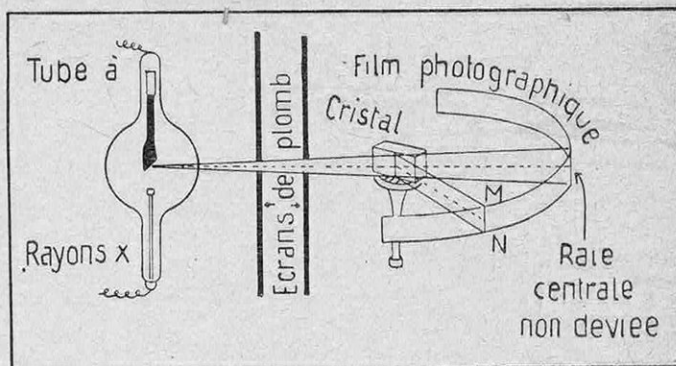
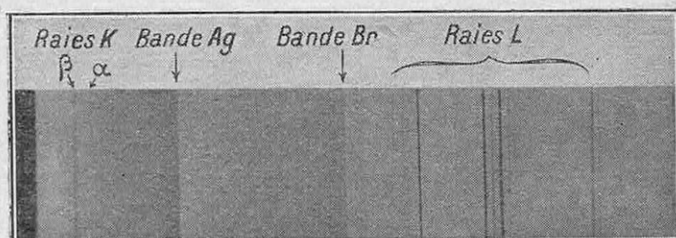

FIG. 7. — MÉTHODE DU CRISTAL TOURNANT
FIG. 8. — EXEMPLE DE SPECTRE X
Historiquement, la première méthode de décomposition des rayons X fut celle dite « du cristal tournant », imaginée en 1913 par William-Henry Bragg et son fils (1). L'année d'après, notre compatriote Maurice de Broglie reprit le même principe, en enregistrant le spectre total sur un film photographique circulaire (fig. 7). Ce spectro-
(1) Voir *La Science et la Vie*, n° 258, page 446.
(2) Nous le montrerons dans un prochain article.
mètre repose sur une « propriété focalisatrice » importante, que l'on démontre géométriquement : lorsque la face d'entrée du cristal prend successivement deux directions différentes, une même radiation se réfléchit en deux endroits différents, mais vient se « focaliser » en une seule et même place *EF*. La figure 8 reproduit un spectre d'émission du tungstène, obtenu ainsi par de Broglie.
Le procédé le plus usuel (1) d'obtention des rayons X consiste à lancer un faisceau d'électrons rapides contre une cible (fig. 7, à gauche). On observe alors deux sortes de spectres, dont la figure 8 nous donne une idée :
(1) Une autre méthode consiste à produire des rayons X secondaires (ou rayons de fluorescence), car un faisceau primaire, tombant sur un solide, donne naissance à de nouveaux rayons X (qui, eux, sont exclusivement formés d'un spectre caractéristique, sans fond continu).
Le fond continu est limité du côté des hautes fréquences, par exemple, aux endroits marqués « bande Ag » et bande Br » de la figure 8, comme l'ont prouvé Duane et Hunt en 1915. Cette loi se comprend facilement, lorsqu'on connaît la définition de l'électron-volt et l'énergie des corpus-
Les raies fines, marquées $K\alpha$, $K\beta$ et L sont dues au tungstène du tube producteur de rayons X ; les bandes Br et Ag proviennent de l'absorption dans la couche de gélatinobromure d'argent du film photographique (fig. 7). Les fréquences décroissent de la gauche vers la droite (à partir de la raie centrale qui apparaît en noir à gauche sur le cliché).
Ce spectre est brusquement limité vers les hautes fréquences (fig. 8). Lorsque la tension appliquée au tube augmente, les intensités s'accroissent dans de très fortes proportions, et le maximum se déplace vers les fréquences élevées. (On dit que le rayonnement devient de plus en plus « dur »).
La figure représente un noyau de tungstène, avec son nuage, qui a, en tout, six niveaux d'énergie. Un électron du niveau K a été délogé par choc, jusqu'au niveau L, par exemple; il ne tarde pas à retomber de L en K, ce qui produit l'émission de la raie K α (fig. 8).
puis cet électron retombe sur le niveau primitif en émettant une raie de fréquence bien déterminée (fig. 8).
2° Un spectre caractéristique, différent pour chaque élément, formé de raies fines (fig. 8) et prenant naissance dans le nuage électronique qui entoure le noyau.
(1) Nous laissons donc ici de côté (pour y revenir prochainement) le cas où l'obstacle est de nature cristalline (empilements ordonnés d'atomes) : il y a alors diffusion dans certaines directions privilégiées (ou « diffraction »).
(3) Comme on vient de le voir, et nous n'y revenons plus.
Deux points retiendront notre attention. Le premier, c'est que les spectres d'absorption rappellent à la fois le spectre continu d'émission et le spectre des raies caractéristiques (d'émission également). L'absorption s'étend, en effet, sur un large domaine, et, de plus, elle cesse brusquement pour une fréquence, qui obéit à nouveau à la loi de Moseley, quand on passe d'un élément chimique à un autre. On s'en rend compte par un nouveau coup d'œil sur le cliché de la figure 8, qui concerne le brome et l'argent : c'est Maurice de Broglie qui montra, dès 1913, en se servant du cristal tournant (fig. 7), que le spectre continu photographié présente des coupures brusques (appelées « discontinuités d'absorption »), de telle sorte que le phénomène d'absorption sélective débute par une fréquence qu'il est ainsi possible de déterminer avec une grande précision (1).